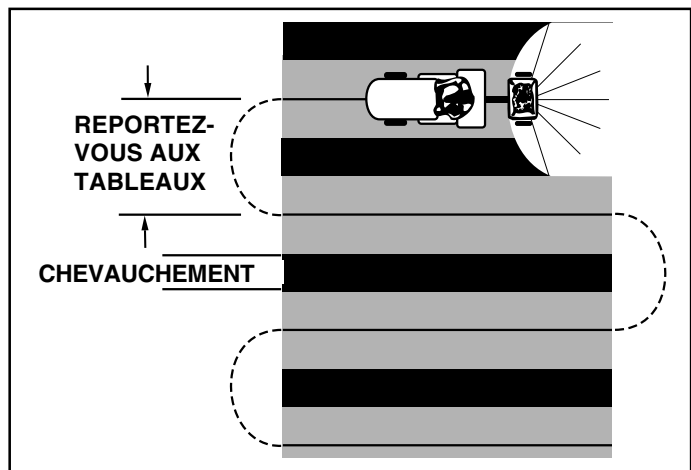

FIGURE 15
10. Pour une couverture optimale et afin d'éviter de manquer des zones ou de laisser des traces de passages, chevauchez les traces précédentes comme illustré à la figure 15. Les portées approximatives des différentes matières sont indiquées dans le tableau des débits de cette page.